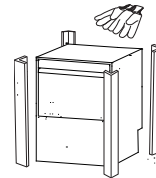

Fig.1
- 1- Usar guantes de protección para desembalar el aparato de la caja. (Fig. 1)